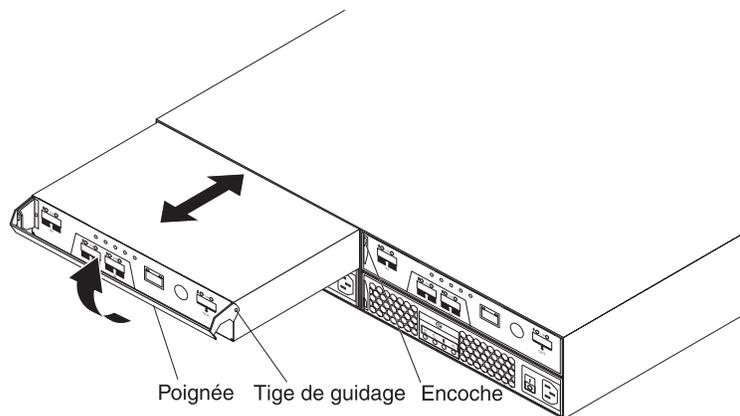

Figure 56. Installation d'un contrôleur
- b. Tirez lentement sur la poignée pour l'écartier du boîtier et retirez le panneau obturateur de sa baie, comme illustré dans la figure 56, à la page 87.
- b. Assurez-vous que les tenons latéraux du contrôleur s'enclenchent dans les encoches du boîtier du DS3400. Voir la figure 56.